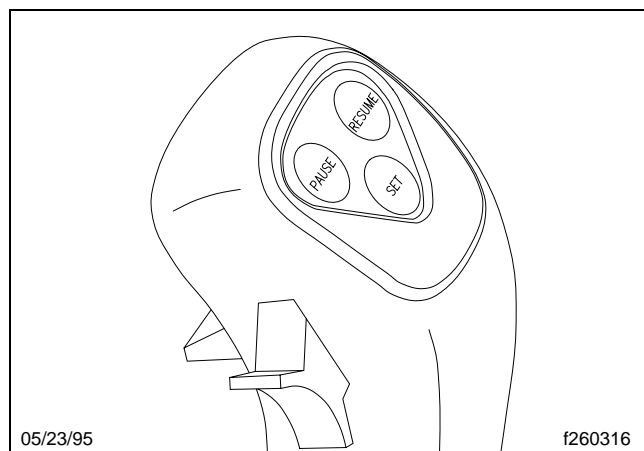

Fig. 2.6, Boutons du pommeau du levier de vitesse
Par trois boutons en option sur le pommeau du levier de vitesse (**Fig. 2.6**). Le bouton «Pause» permet au conducteur d'interrompre momentanément le régulateur de vitesse. Le bouton «Resume» (Reprendre) permet au conducteur de reprendre la vitesse de croisière après un ralentissement. Le bouton «Set» (Régler) permet au conducteur d'établir la vitesse de croisière. Pour l'utilisation de la prise de vitesse, le bouton «Pause» interrompt momentanément la prise de force, le bouton «Resume» retourne la prise de force au régime précédemment établi et le bouton «Set» est utilisé pour établir le régime de fonctionnement du moteur. Consultez le **Chapitre 7** pour obtenir des instructions complètes.
*Par trois boutons en option sur le pommeau du levier de vitesse (**Fig. 2.6**).* Le bouton «Pause» permet au conducteur d'interrompre momentanément le régulateur de vitesse. Le bouton «Resume» (Reprendre) permet au conducteur de reprendre la vitesse de croisière après un ralentissement. Le bouton «Set» (Régler) permet au conducteur d'établir la vitesse de croisière. Pour l'utilisation de la prise de vitesse, le bouton «Pause» interrompt momentanément la prise de force, le bouton «Resume» retourne la prise de force au régime précédemment établi et le bouton «Set» est utilisé pour établir le régime de fonctionnement du moteur. Consultez le **Chapitre 7** pour obtenir des instructions complètes.
Par trois boutons en option sur le pommeau du levier de vitesse (Fig. 2.6). Le bouton «Pause» permet au conducteur d'interrompre momentanément le régulateur de vitesse. Le bouton «Resume» (Reprendre) permet au conducteur de reprendre la vitesse de croisière après un ralentissement. Le bouton «Set» (Régler) permet au conducteur d'établir la vitesse de croisière. Pour l'utilisation de la prise de vitesse, le bouton «Pause» interrompt momentanément la prise de force, le bouton «Resume» retourne la prise de force au régime précédemment établi et le bouton «Set» est utilisé pour établir le régime de fonctionnement du moteur. Consultez le **Chapitre 7** pour obtenir des instructions complètes.